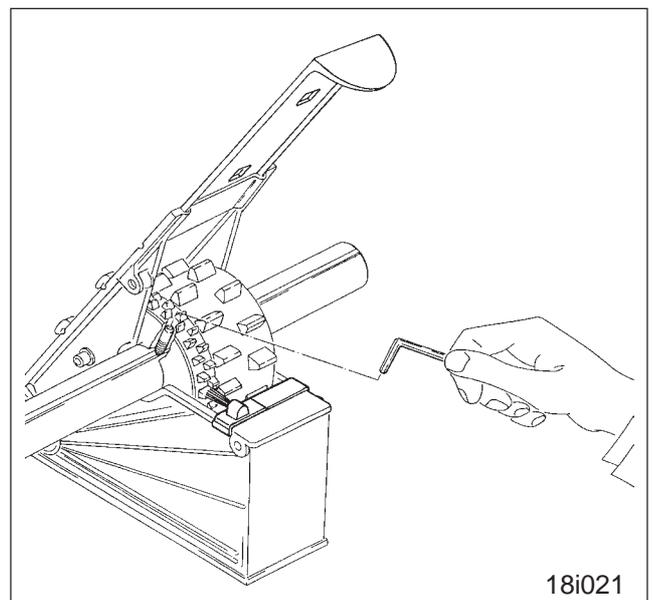

Fig. 18.26
- Die von der Säwelle angetriebenen Säräder (Fig. 18.26) sind mit Gewindestiften, die in den Feinsärädern stecken, auf der Säwelle befestigt. Gewindestifte der neuen Fahrgassensräder soweit lösen (siehe Fig. 18.26), bis sich die neuen Fahrgassensräder frei auf der Säwelle drehen lassen.